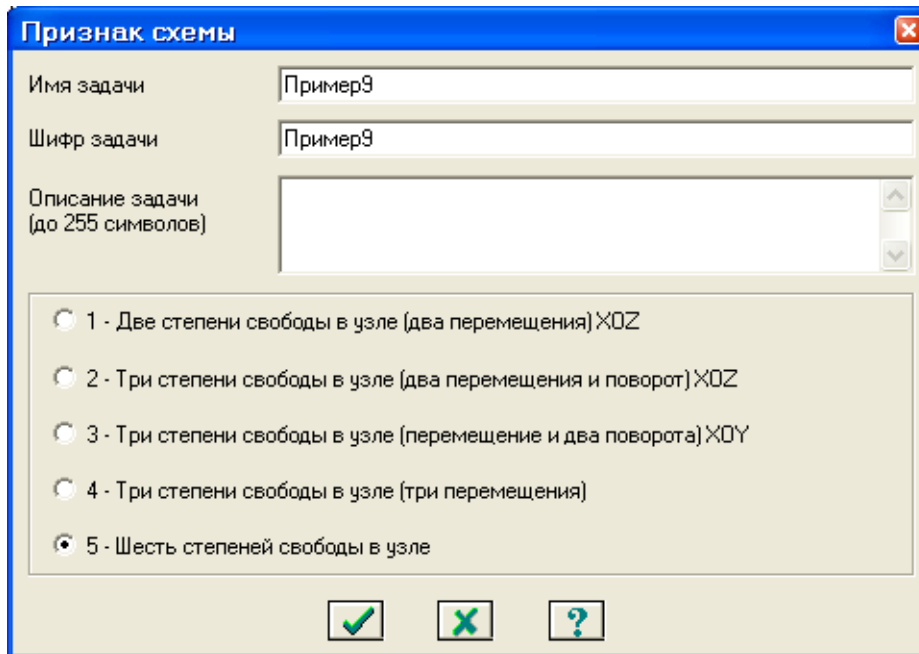

Рис.9.3. Диалоговое окно **Признак схемы**
- В появившемся диалоговом окне **Признак схемы** (рис.9.3) задайте следующие параметры: